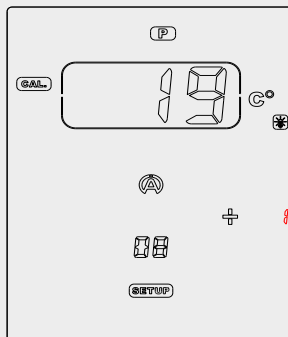

Figura 24
- 3) Con i tasti **▽** **△**, regolare la temperatura nel « QUADRO » affinché la temperatura visualizzata corrisponda ad una temperatura di riferimento (figura 24).